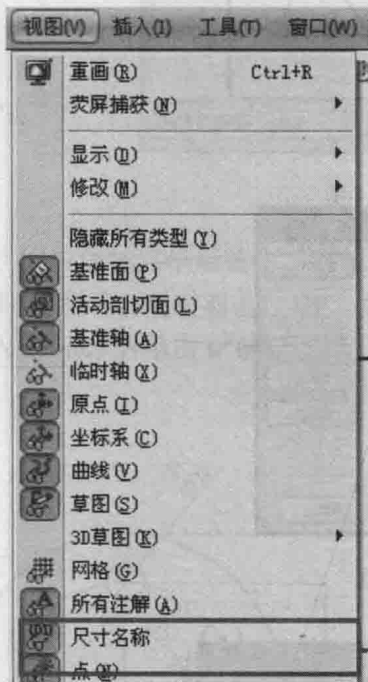
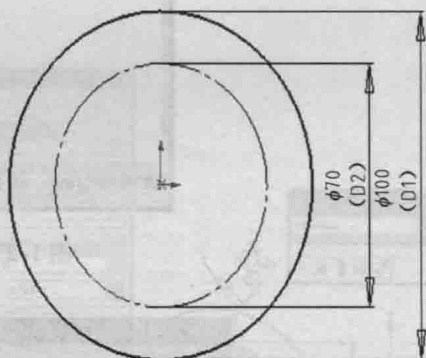

图 1-20 显示尺寸名称图
图 1-21 同心圆
(1) 对软件的系统环境进行设置。单击主菜单上的“视图”→单击显示尺寸名称（如果已打开可以忽略此步），图 1-20 所示为已经打开显示尺寸名称。
(2) 单击标准工具栏上的“新建”图标按钮→“零件”→“确定”。
(3) 单击前视基准面→→，绘制草图圆，画圆心在坐标原点、半径为 50mm 的圆，利用“智能尺寸”标注直径为 100mm，然后再画一个直径为 $\phi 70\text{mm}$ 与 $\phi 100\text{mm}$ 的同心圆，利用“智能尺寸”标注直径，单击鼠标左键选中 $\phi 70\text{mm}$ 的圆，利用“构造几何线”命令使 $\phi 70\text{mm}$ 圆的线型变成点画线的线型，如图 1-21 所示。